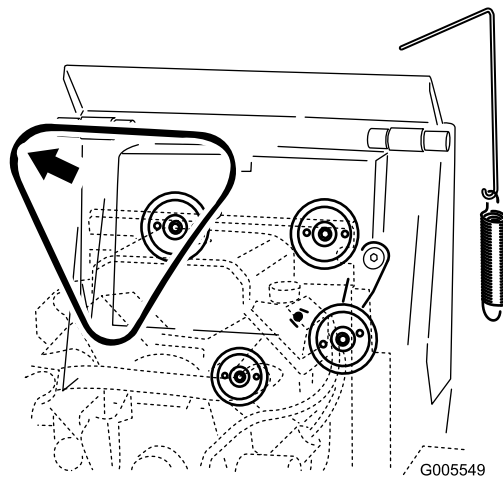

Figura 49
5. Retire la correa de las tres poleas (Figura 49).